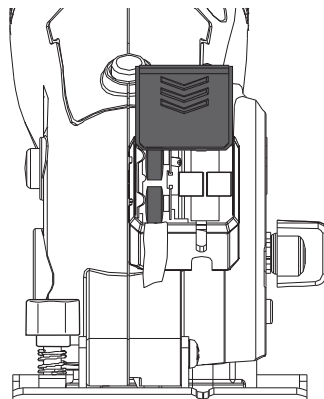

Fig. 5
- > A seguir, feche o compartimento da pilhas de botão com a tampa (Fig. 5).